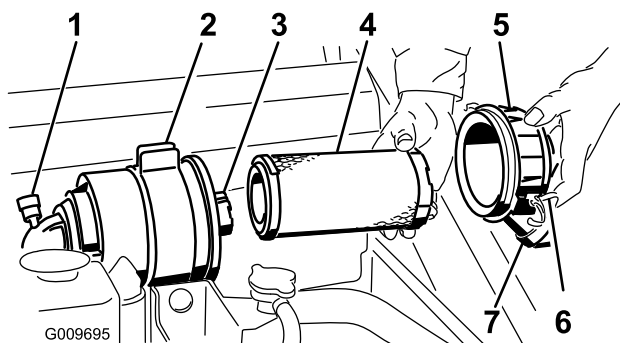

Figura 33
Importante: Effettuate la manutenzione del filtro dell'aria quando la spia diventa rossa (Figura 33). Sostituendo il filtro dell'aria prima del necessario aumenta il rischio che la morchia entri nel motore quando si toglie il filtro.
4. Rilasciare i dispositivi di fermo del filtro dell'aria e togliere il coperchio dal corpo del filtro (Figura 33).
1. Estraete con cautela il filtro primario dal corpo del filtro dell'aria (Figura 33). Non urtate il filtro contro il corpo.
4. Se sostituite il filtro di sicurezza, fate scorrere delicatamente il nuovo filtro nel corpo del filtro (Figura 33).
5. Montate con cautela il filtro primario sul filtro di sicurezza (Figura 33). Verificate che sia inserito a fondo, premendo sul bordo esterno del filtro mentre lo si inserisce.
6. Montate il coperchio del filtro dell'aria con il lato contrassegnato UP (alto) rivolto in alto, quindi fissate i dispositivi di fermo (Figura 33).